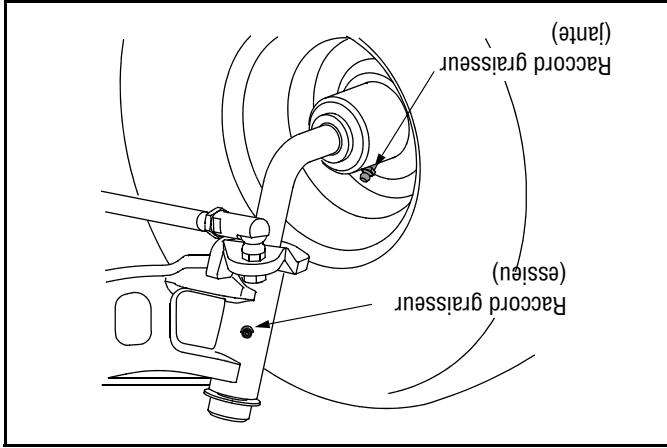

Figure 19
- Placez une cale de bois entre le déflecteur au milieu du plateau et la lame. Voir la Figure 19.
Chacun des axe de roue avant sont équipées d'un raccord graisseur. Lubrifiez-les avec de la graisse 251HEP ou de la graisse polyvalente de lithium No. 2 après les 25 heures d'utilisation du tracteur. See Figure 19.